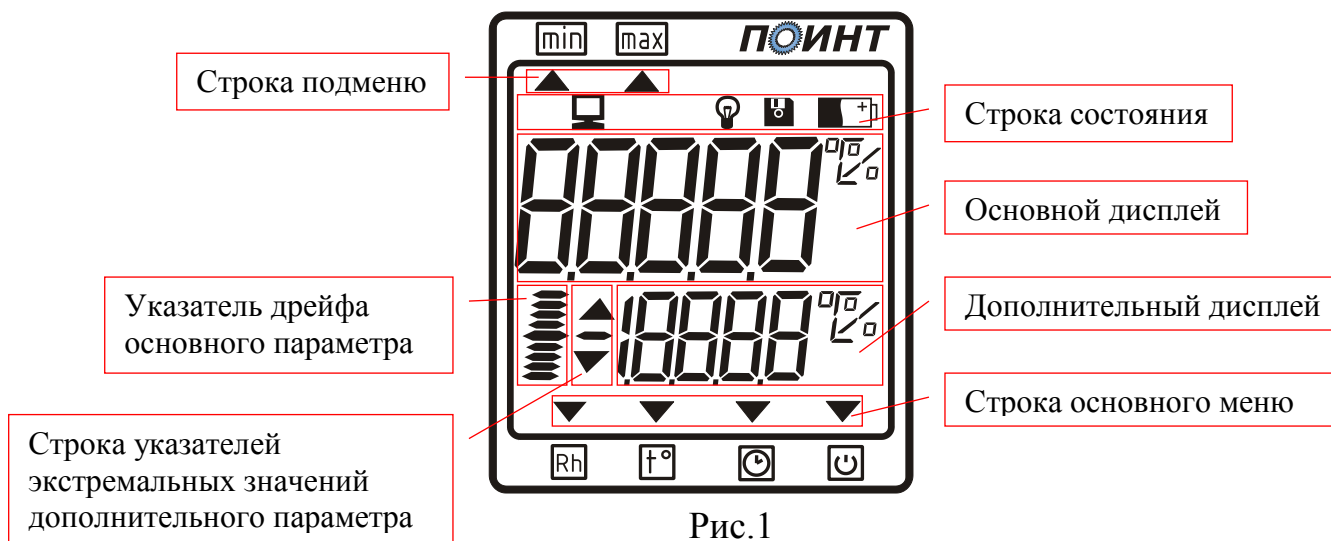

Рис.1
3.2. На лицевой панели измерителя расположен цифровой индикатор (рис. 1), служащий для отображения информации, и две кнопки управления. В верхней части прибора расположен разъем для подключения датчиков. На задней панели измерителя находится крышка батарейного отсека.
4.4. Описание основного дисплея. Измеритель имеет четыре рабочих режима: режим измерения влажности, режим измерения температуры, режим отображения текущего времени, режим выбора времени работы измерителя. Переключение между этими режимами производится нажатием левой кнопки измерителя. В зависимости от положения указателя «▼», который расположен в строке основного меню (рис.1), можно определить, в каком режиме находится измеритель. Так, при положении указателя над значком  прибор будет настроен на режим измерения влажности,  - режим измерения температуры,  - режим отображения текущего времени,  - режим выбора времени работы измерителя (режим выключения). В зависимости от выбранного режима на основном дисплее отображается текущее значение измеряемого параметра. В режиме отображения текущего времени при нажатии на правую кнопку на индикаторе отображается текущий месяц, число и год. Установка этих параметров приведена в п. 0.